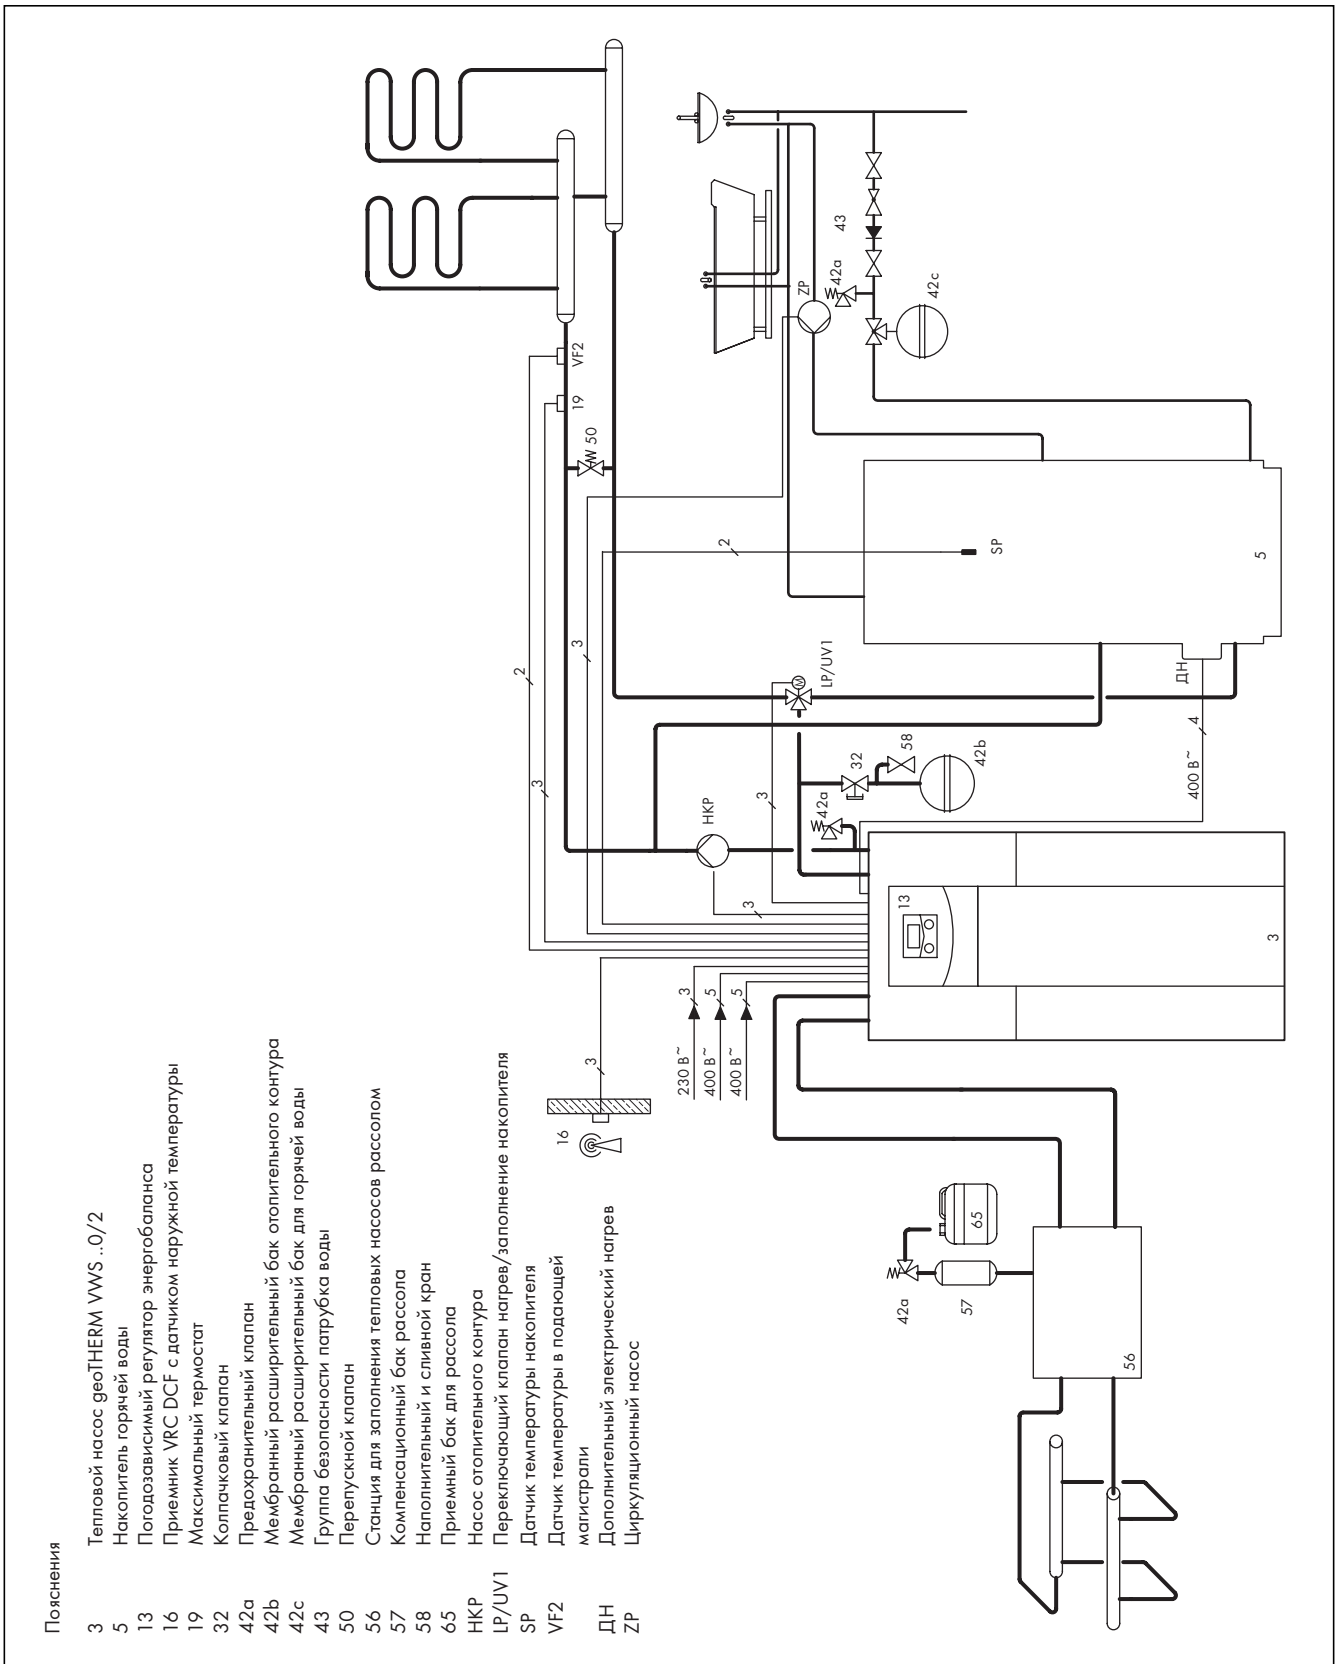

Рис. 5.4 Пример гидравлической схемы: прямой режим отопления и накопитель горячей воды
- ▶ Если вы не используете опциональное сопутствующее оборудование, а именно станцию для заполнения тепловых насосов рассолом (56) (→ Рис. 5.4), установите отдельные компоненты гидравлической системы в соответствии с (→ Рис. 5.9).